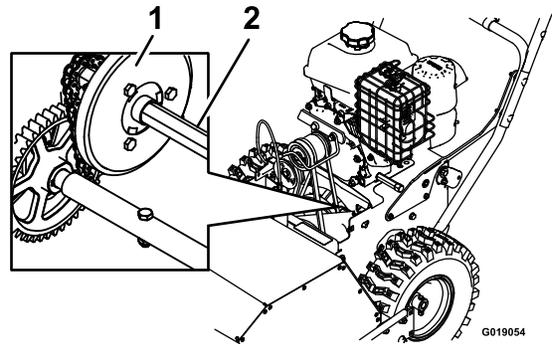

Figura 20
4. Sumerja un pincel limpio, largo y de punta fina, en aceite de motor, y lubrique ligeramente el eje hexagonal (Figura 20).
Importante: No manche de aceite la rueda de goma o el plato de arrastre por fricción de aluminio, porque la transmisión patinaría (Figura 20).